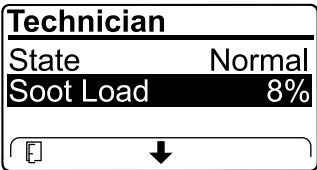

Bild 43
- Zeigen Sie die Rußlast an, die als Prozentsatz des Rußes im Dieselpartikelfilter (Bild 43) gemessen wird, siehe Tabelle für die Rußlast.